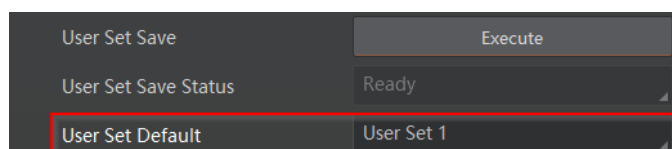

图8-17 设置默认启动参数
- 设置默认启动参数：通过 *User Set Default* 参数下拉选择相机上电时默认启动的参数，如图8-17所示。